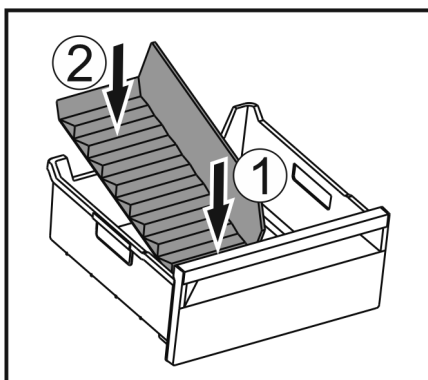

Fig. 174
- ▶ Установите переднюю часть разделителя отделения для льда. Fig. 174 (1)
- ▶ Опустите заднюю часть разделителя отделения для льда на дно выдвижного ящика. Fig. 174 (2)